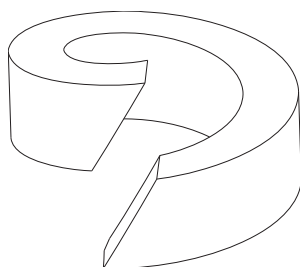

Fig. 6: Pakring
- Ved tilskæring af pakbøsningstætningen fra en snor skal man sørge for et skråt skæreforløb (se Fig. 6).
Pakdåsebrillen DN250-500 (pos.17) er for løs (fig. 6)	Stram pakdåsebrillen (pos.17) med møtrikken (pos. 23), til der er opnået tæthed -Møtrik (fig. 6); Overdelen skal udskiftes hurtigst muligt